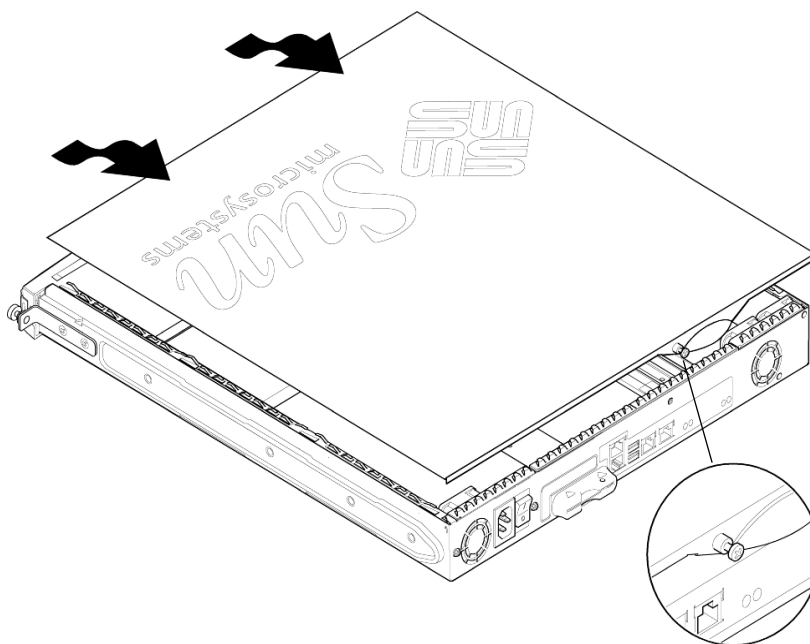

РИС. 8-3 Снятие верхней крышки
2. Выкрутите крепежный винт в центре задней панели устройства (см. РИС. 8-3).